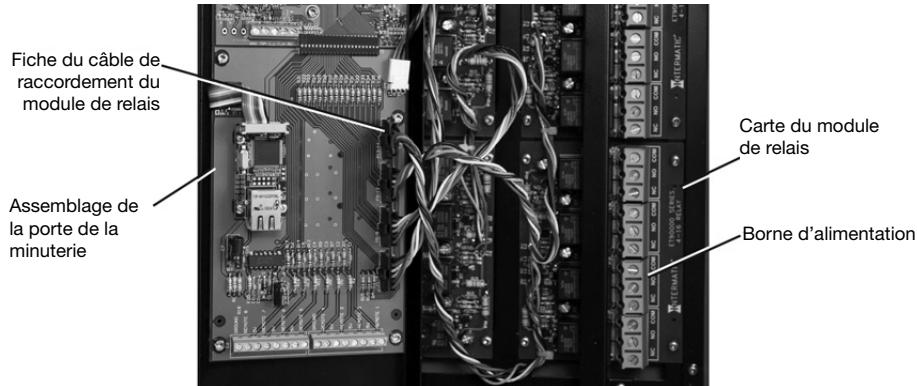

Figure 4. Retrait de la carte du module de relais.
9. Sur l'assemblage de la porte, déconnectez la fiche du câble de raccordement du module de relais du connecteur du module de relais. Voir la Figure 4 pour l'emplacement des fiches du câble de raccordement du module de relais.